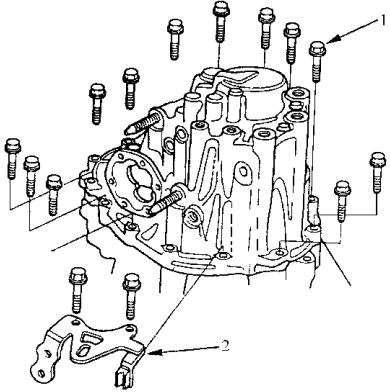

图 4-46 拆卸凸缘螺栓和变速器吊架
4) 如图 4-46 所示，拆卸凸缘螺栓和变速器吊架。拆卸凸缘 8mm 螺栓时，应按交叉顺序，分几步进行拆卸。